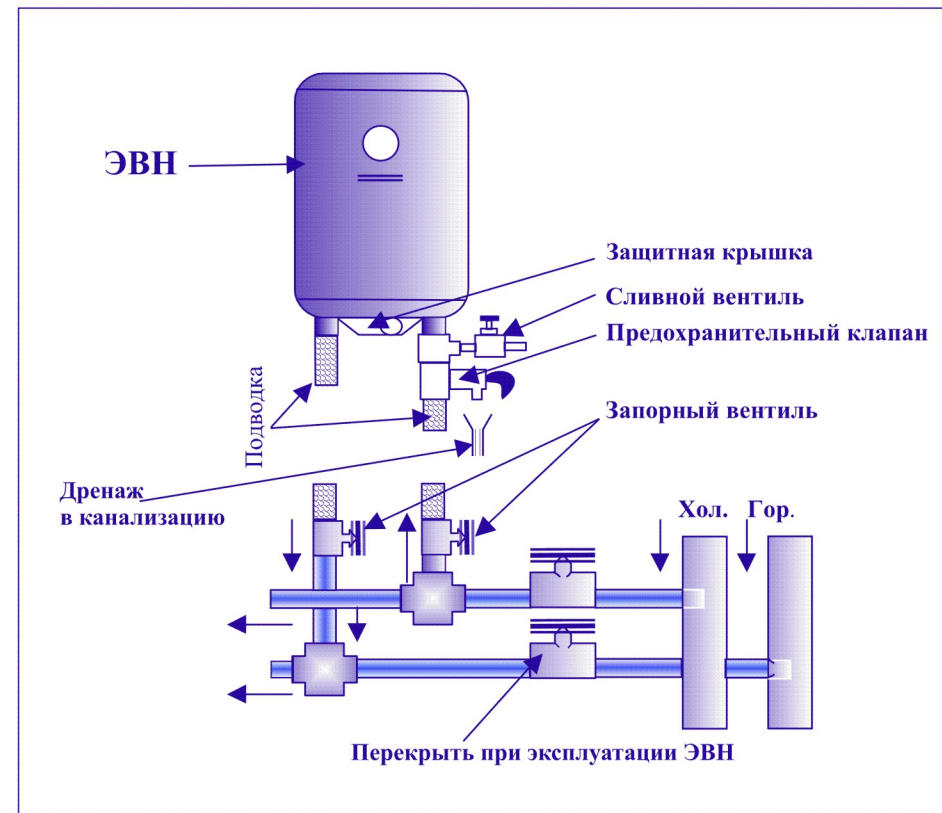

Рис. 1. Схема подключения ЭВН к водопроводу
Подключение к водопроводной системе производится в соответствии с Рис.1 при помощи медных, пластмассовых труб или специальной гибкой сантехподводки. При монтаже не допускается чрезмерных усилий во избежание повреждения патрубков, стеклофарфорового покрытия внутреннего бака ЭВН.
**Примечание:** для облегчения обслуживания ЭВН в процессе эксплуатации рекомендуется установка сливного вентиля (не входит в комплект поставки ЭВН) в соответствии с Рис.1. Если давление в водопроводе превышает 0,6 МПа, то на входе перед предохранительным клапаном необходимо установить соответствующий редуцирующий клапан (не входит в комплект поставки ЭВН).